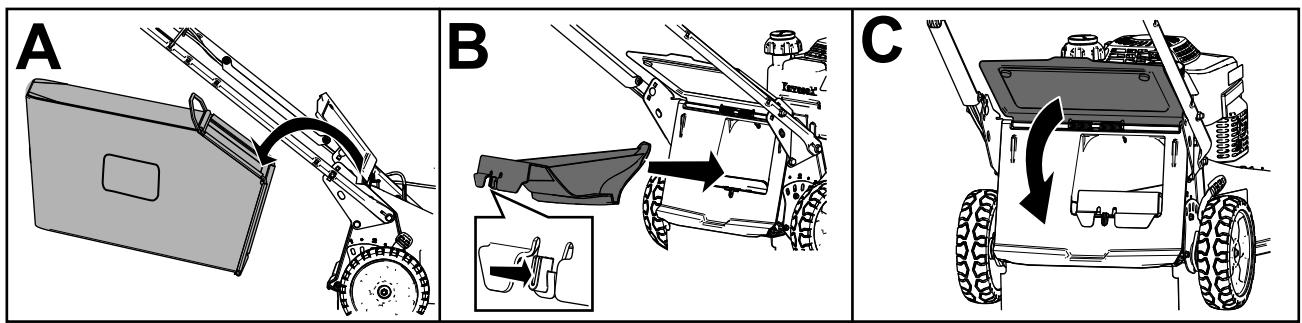

Bild 19
- Nehmen Sie ggf. den Fangkorb ab (A von Bild 19).
- Wenn die Heckauswurfklappe nicht eingesetzt ist, fassen Sie sie am Griff an, heben Sie das Heckablenkblech an und setzen Sie sie in den Heckauswurfkanal ein, bis der Riegel einrastet (B von Bild 19).
- Nehmen Sie die Fangkorbstange am Fangkorb aus den Kerben an der Unterseite des Griffes (A von Bild 19).
- Setzen Sie die Heckauswurfklappe ein (B in Bild 19).
- Senken Sie das Heckablenkblech (C von Bild 19).